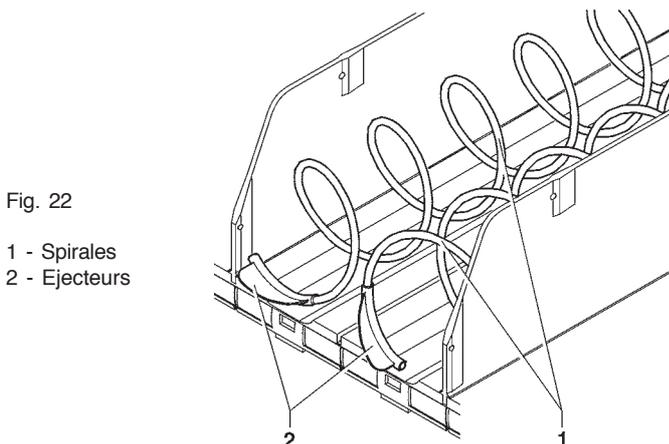

Fig. 22
- Déplacer les guides (voir fig. 22) placés sur les supports latéraux, sauf les premiers en bas qui restent dans la même position.